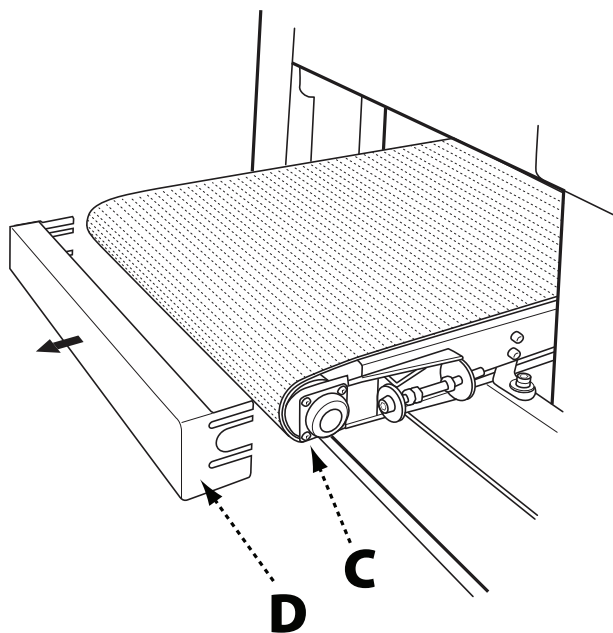
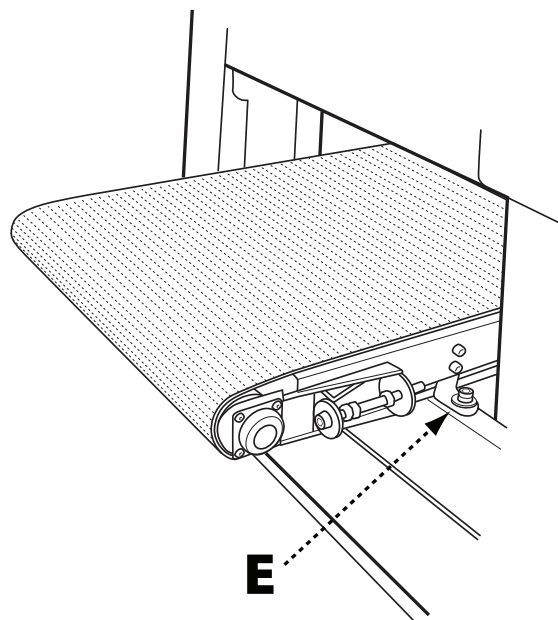

FIG. 9
FIG. 10
3. Desserrez mais n'enlevez pas les huit vis à tête Philips (C) qui retiennent les roulements à bille de chaque côté de la face avant de la table d'alimentation. Voir Fig. 9.
4. Retirez le dispositif de sécurité avant (D) en le faisant glisser vers l'avant.
5. Repérez et enlevez les quatre vis à tête hexagonale de 6 mm (E) qui retiennent la table d'alimentation à la base. Voir Fig. 10.